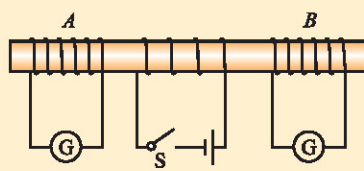

图 1-4-11
3. 如图1-4-11所示,当S接通或断开时,线圈A、B中分别产生了什么方向的感应电流?为什么说各匝内的感应电动势是同方向的,总电动势是每一匝内的电动势之和?